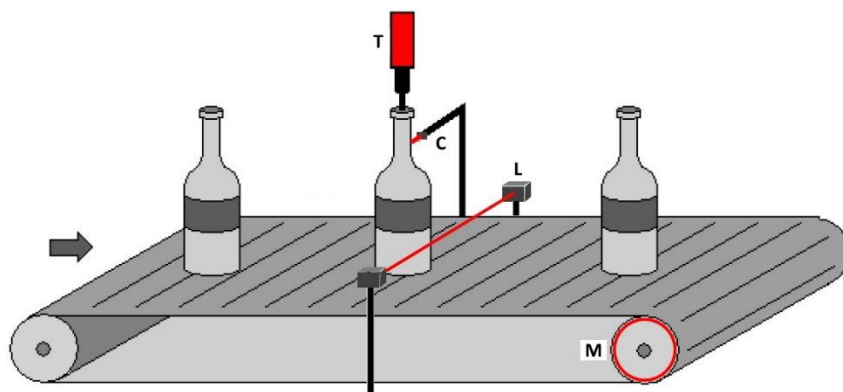

Figura 3
- 3)** Considere o processo de produção de uma fábrica de engarrafamento de cerveja representado na Figura 3. Pretende-se desenvolver um circuito digital capaz de controlar automaticamente o processo de enchimento das garrafas. Para isso, o sistema possui dois sensores, respetivamente, um sensor de posição da garrafa (L) e um sensor de nível (C), e dois atuadores, respetivamente, uma electroválvula que controla a torneira (T) e o motor do tapete rolante (M).